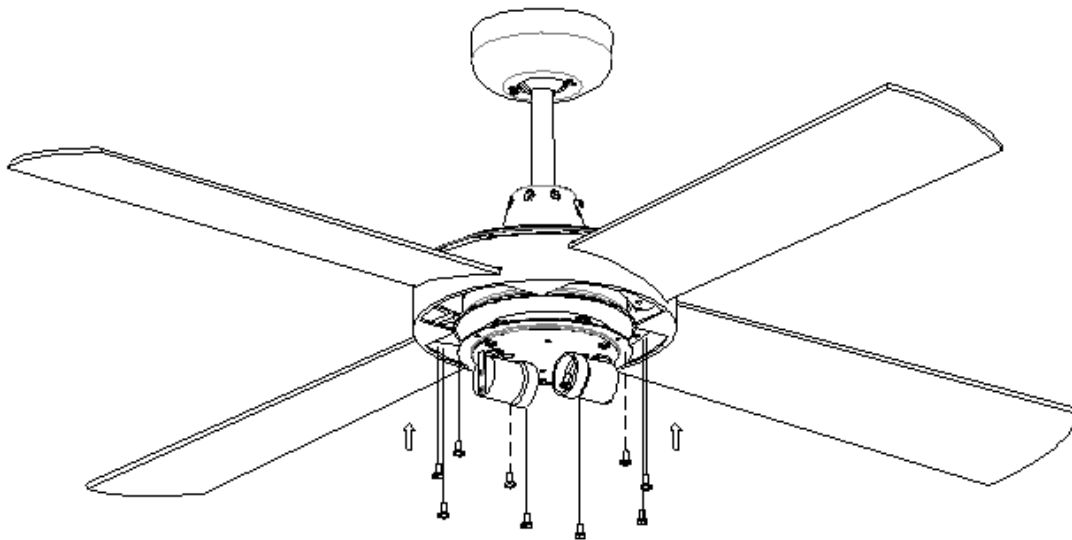

Fig.6
5. Fissare le pale con le 3 viti accluse. A questo proposito le 3 viti devono essere avvitate simultaneamente prima di essere strette a fondo. Attenzione a non spanare le viti, altrimenti le pale verrebbero danneggiate. Ripetere il procedimento con tutte le pale. Fig. 6